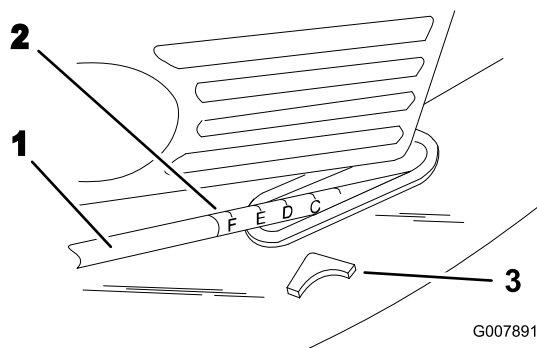

Figura 18
5. Levante o baje la barra, y utilice el puntero y el ajuste de altura de corte de la varilla de acoplamiento para fijar la altura de corte deseada (Figura 18).